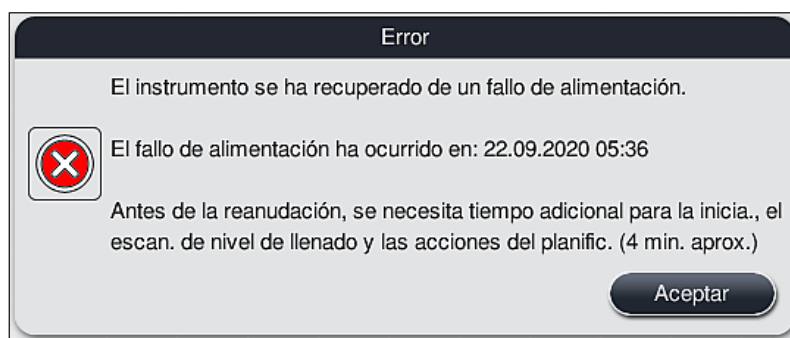

Fig. 106
- ① El primer mensaje después de reiniciar el instrumento automáticamente informa al usuario del tiempo de fallo de alimentación (→ "Fig. 106"). Confirme ese mensaje informativo pulsando **Aceptar** para comenzar las instrucciones adicionales para continuar el proceso de tinción.